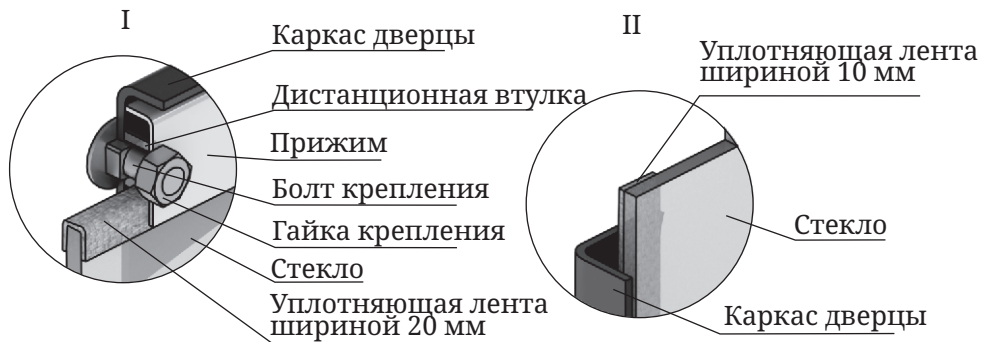

Рисунок 15. Крепление светорозрачного экрана дверцы печи «Витрувия II»
1. Отверните две гайки, фиксирующие стекло (рисунок 15.I), демонтируйте его и упор.
Если на нем нет уплотняющих лент, наклейте их, лента шириной 20 мм наклеивается сверху и снизу стекла «П» - образно (рисунок 15.I), лента шириной 10 мм наклеивается вертикально, вдоль боковых сторон стекла (рисунок 15.II).
боковых сторон (вертикальная) должна быть зажата между стеклом и каркасом дверцы (рисунок 15.И).
*Внимание! Гайки, крепящие прижим накручиваются на болты крепления через дистанционные втулки (рисунок 15.И).*